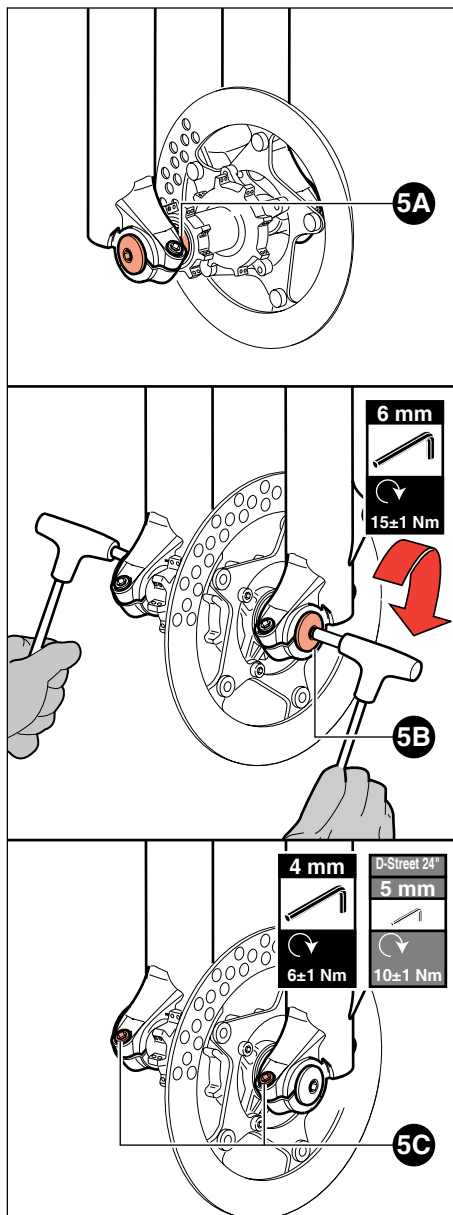

Figura 5 - Installazione ruota su forcelle \varnothing 32 mm con perno passante \varnothing 20 mm
- Allineare il centro della ruota con i due porta ruota (vedi **5A** di **Figura 5**).
- Inserire il perno attraverso il portaruota destro, la ruota ed il portaruota sinistro (vedi **5A** di **Figura 5**).
- Serrare il perno alla coppia prevista (**15 \pm 1 Nm**) agendo sul tappo del perno (vedi **5B** di **Figura 5**) con una chiave a brugola da 6 mm.
- Serrare le viti poste sui due dispositivi di ritengo alla coppia prevista (**6 \pm 1 Nm**) (**10 \pm 1 Nm per D-Street 24"**) con una chiave a brugola da 4 mm (5 mm per D-Street 24") (vedi **5C** di **Figura 5**).